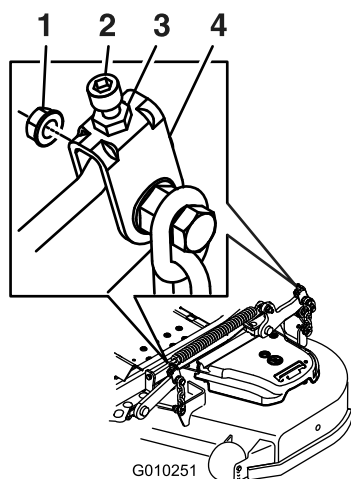

Figure 87
10. Le cas échéant, desserrez l'écrou Whizlock sur le côté de la chape et l'écrou de blocage sur le dessus. Ajustez précisément la vis de réglage en la tournant jusqu'à obtention de 7.6 mm (3 po) de hauteur (voir Figure 87).
16. Ajustez précisément la vis de réglage en la tournant jusqu'à obtention de 8.3 mm (3-1/4 po) de hauteur (Figure 87).